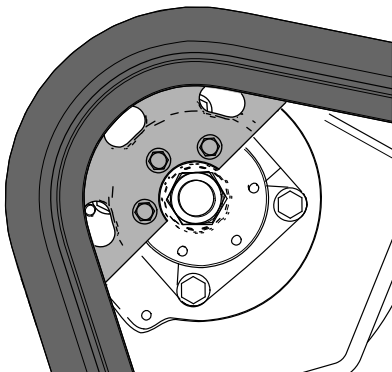

Figura 30
4. Mueva el control de tracción hacia delante hasta que la mitad del piñón de arrastre se acople con la oruga (Figura 30).